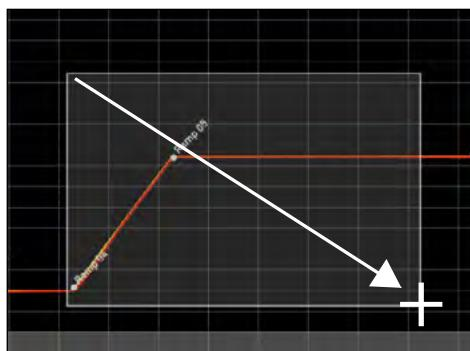

Рис. 8
- ▶ Чтобы показать крупным планом определенный участок, щелкните в определенной точке и перетащите курсор левой кнопкой мыши, чтобы на интересующем участке очертить прямоугольную область, которую необходимо рассмотреть (Рис. 8). Если выбранная область отображается красным, это означает, что участок слишком мал, чтобы его можно было отобразить. В этом случае необходимо увеличивать размеры прямоугольника до тех пор, пока цвет не изменится на светло-серый.